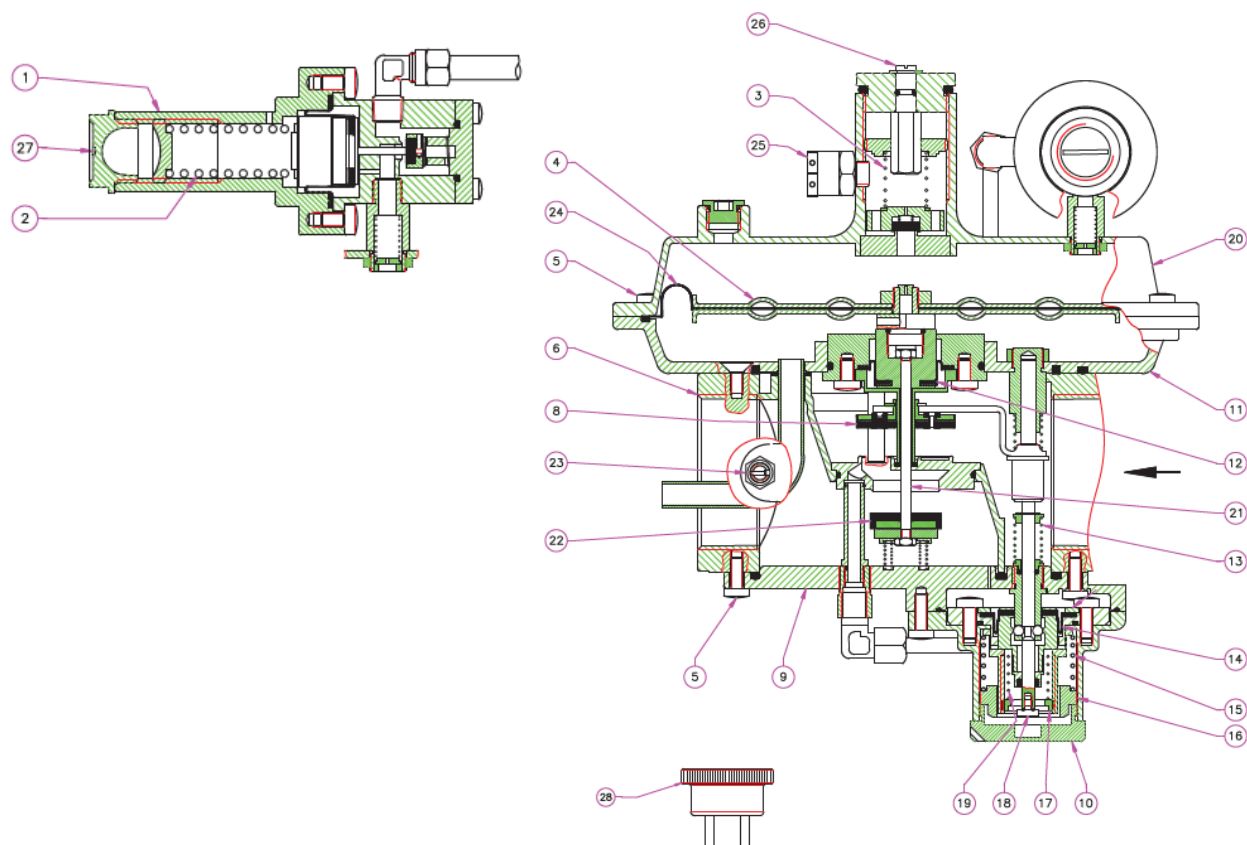

Рис.3
Регулятор (рис. 3) состоит из: регулировочный винт выходного давления (1); пружина настройки выходного давления (2); пружина настройки ПСК (3); верхний диск мембраны (4); винты (5); корпус (6); затвор ПЗК (8); нижняя крышка (9); колпачок запорного клапана (10); корпус отсека мембраны (11); компенсационная мембрана (12); пружина возврата штока ПЗК (13); рабочая мембрана ПЗК (14); пружина настройки ПЗК по избыточному давлению (15); регулировочный винт ПЗК по избыточному давлению (16); винт настройки ПЗК по недостаточному давлению (17); шток взвода (18); пружина настройки ПЗК по недостаточному давлению (19); воронка (20); рабочий шток (21); обтюратор (22); штуцер измерения давления на выходе (23); рабочая мембрана (24); антипылевой колпачок, СБРОСНОЕ ОТВЕРСТИЕ ИЗБЫТОЧНОГО ДАВЛЕНИЯ G1/4" (25); винт настройки ПСК (26); защитный колпачок (27); ключ для настройки ПЗК (28).